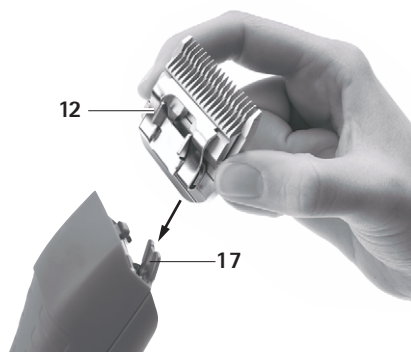

Fig. 2
- Inserire la testa di tosatura 12 sulla cerniera delle lame 17 aperta, vedere Fig. 2.
- Spingere leggermente la testa di tosatura 12 in direzione della tosatrice DURATI, vedere Fig. 2. La testa di tosatura 12 scatta in posizione con un rumore percettibile.